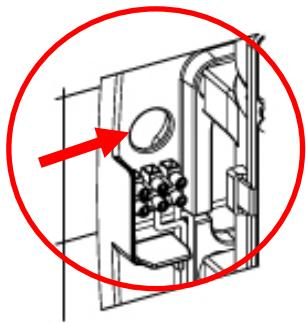

Рисунок 5.
- Пропустить питающие кабели электросети через отверстие диаметром 22 мм. (0,87"), которое расположено над колодкой подключения аппарата (Рисунок 5).